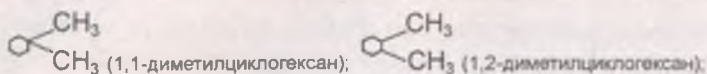

Рис. 66
- 3) с положением заместителя в кольце (рис. 66).